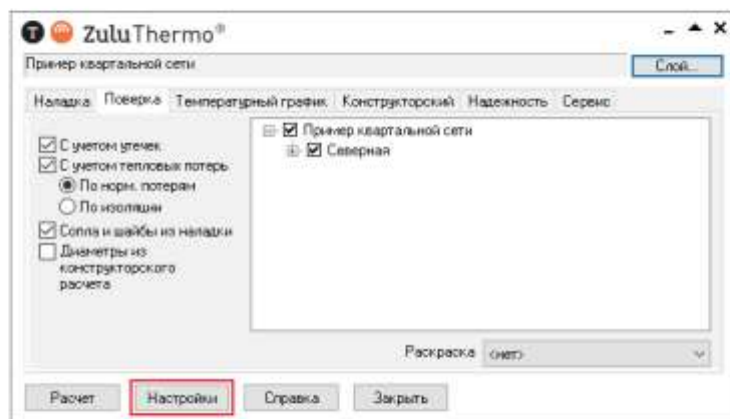

Рисунок 9.1. Панель теплогидравлических расчетов
1. Выполните команду главного меню **Задачи**(ZuluThermo, либо нажмите кнопку  панели инструментов. Откроется панель выполнения теплогидравлических расчетов (смотрите Рисунок 9.1, «**Панель теплогидравлических расчетов**»).